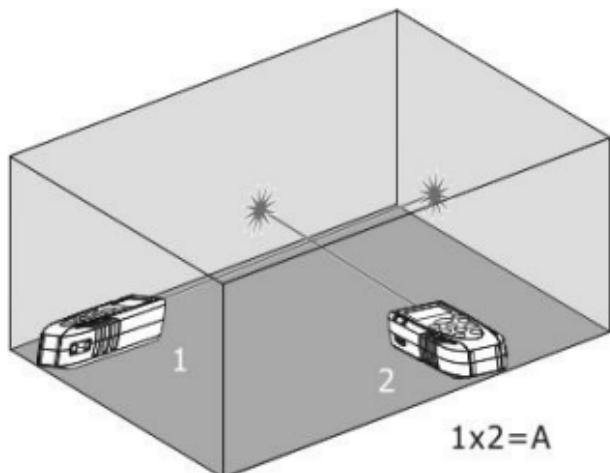

Abb. 5: Beispiel von Oberflächenmessung
3. Drücken Sie die Taste zur Durchführung der ersten Messung (Länge) der betroffenen Oberfläche (siehe Abb. 5). Der entsprechende Wert erscheint auf dem ersten Teildisplay. Das Symbol "" erscheint auf dem Display mit blinkender Seite "2"
4. Drücken Sie die Taste erneut zur Durchführung der zweiten Messung (Breite) der betroffenen Oberfläche (siehe Abb. 5). Der entsprechende Wert erscheint im zweiten Teildisplay und der (aktualisierte) Gesamtwert der Oberfläche erscheint im Ergebnisdisplay